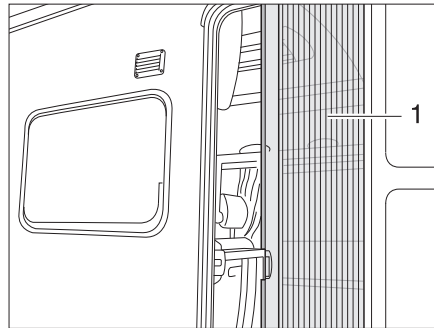

Fig. 43 Moustiquaire
- Tirer jusqu'au bout la moustiquaire par la barrette (Fig. 43,1).
- Remettre la moustiquaire en position initiale en la poussant par la barrette (Fig. 43,1).